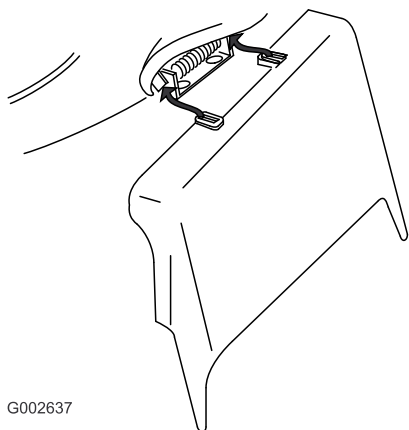

Figura 37
3. Montate il condotto di scarico laterale e chiudete lo sportello sul condotto (Figura 37).